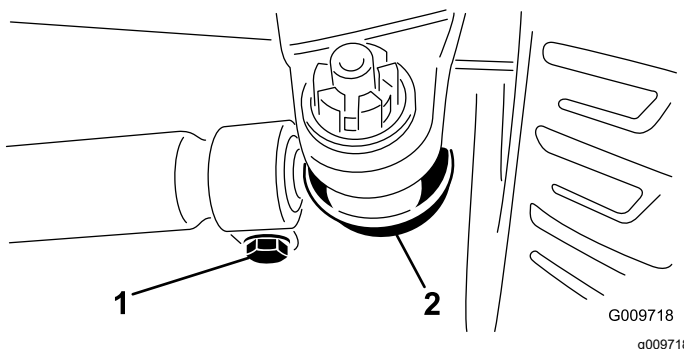

Figura 61
2. Per regolare, togliete la coppiglia e il dado da uno dei giunti a sfera del tirante (Figura 61). Togliete il giunto a sfera del tirante dal supporto della scatola del ponte.
3. Allentate i fermi su entrambe le estremità dei tiranti (Figura 61).